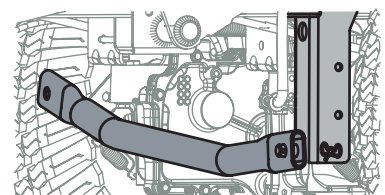

Figura 51
- Extraiga el pasador de chaveta con unión curva que está del lado izquierdo de la barra, que conecta la barra con el soporte del bastidor. Consulte la Figura 51.